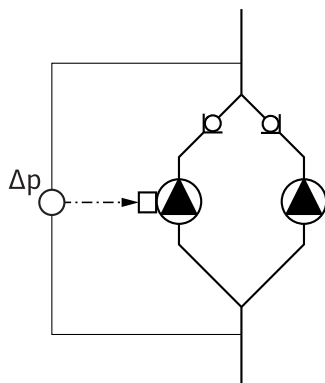

Fig. 18: Exemplu, racord traductor de presiune diferențială
- În exemplul din Fig.18 pompa principală este pompa din stânga, în direcția de curgere. Racordați la această pompă traductorul de presiune diferențială.
- Punctele de măsurare pentru traductorul de presiune diferențială de la pompa principală trebuie să se afle pe respectiva conductă colectoare pe partea de aspirație și de refulare a instalației cu pompe cu două rotoare (Fig.18).